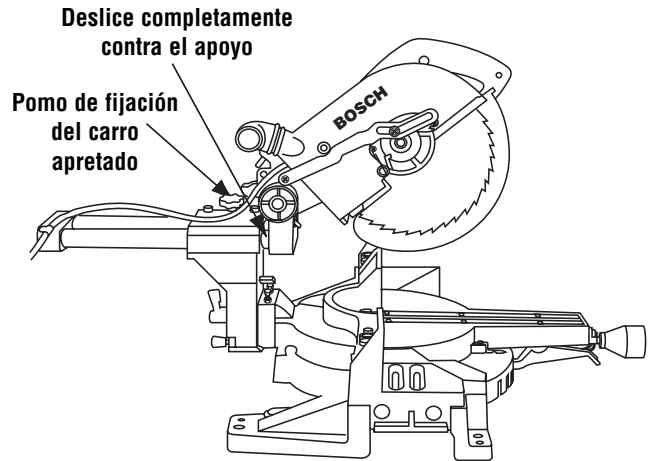

Figura 27. Corte de troceado
1. Deslice el ensamblaje del cabezal hasta la parte trasera tanto como se pueda (Figura 27).
2. Apriete el pomo de fijación de los rieles de deslizamiento (Figura 27).